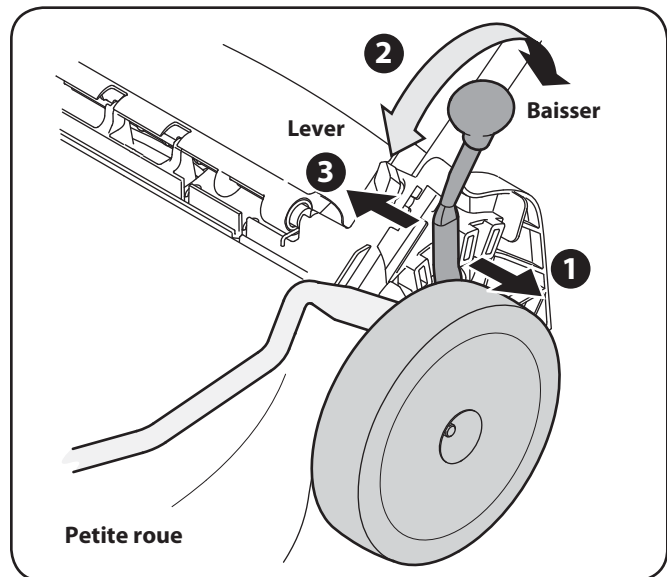

Figure 3-10
2. Placez la manette à la position désirée pour changer la hauteur de coupe. Voir les Figures 3-10 et 3-11.